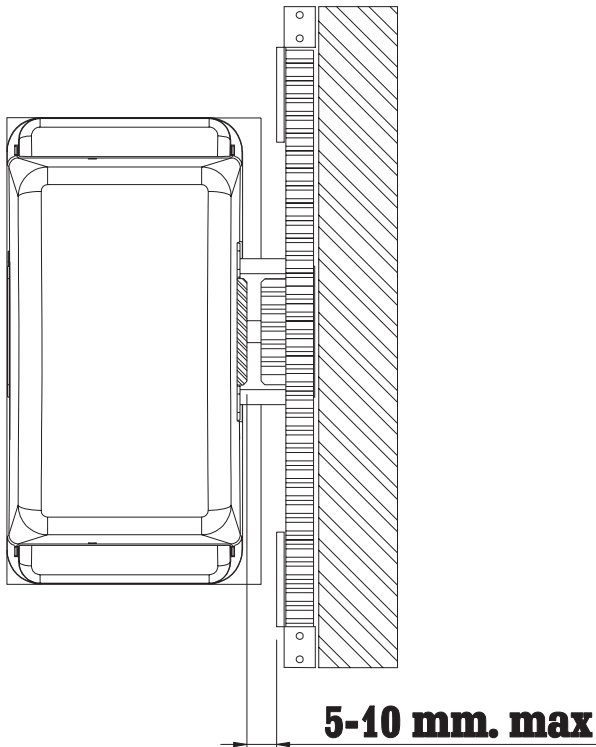

Fig. 11 - Abb. 11
- Nel FCEVO fare attenzione che ciascuna staffa con i magneti sia sufficientemente vicina a finecorsa elettronico in modo da garantire lo stop del motore. **La distanza da tenere tra magneti ed FCEVO deve essere compresa fra i 5 e i 10 mm. (vedi fig 11)**
- Dans le FCEVO, faire attention que chaque patte de support des aimants se trouve suffisamment près du fin de course électronique de manière à garantir l'arrêt du moteur. **La distance à maintenir entre l'aimant et le FCEVO doit être comprise entre 5 et 10 mm. (voir fig. 11)**